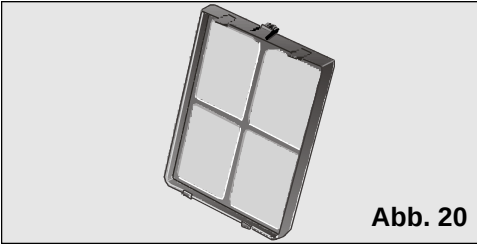
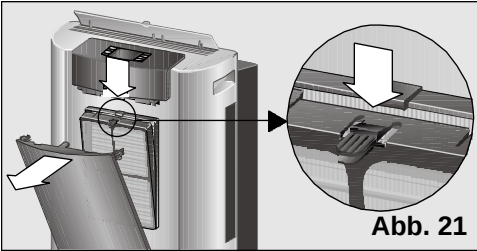

Abb. 20
Abb. 21
- ☐ Drücken Sie auf den Clip und ziehen Sie den Filterrahmen aus seiner Halterung, **Abb. 21**. Nehmen Sie den Spezialfilter aus dem Filterrahmen und waschen Sie den Grobstaubfilter und den Filterrahmen (**Abb. 20**) unter fließendem Wasser. Lassen Sie ihn vollständig trocknen, bevor Sie ihn wieder ins Gerät einsetzen.